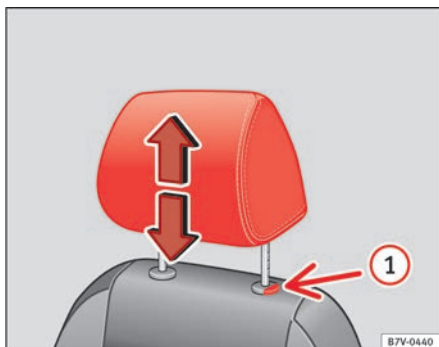
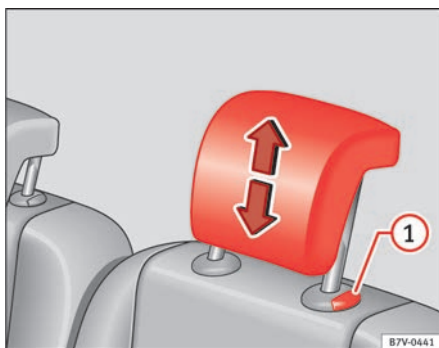

Abb. 84 Kopfstütze vorn einstellen.
Abb. 85 Kopfstütze hinten einstellen.
- Kopfstütze in Pfeilrichtung nach oben oder bei gedrückter Taste ⇒ Abb. 84 (1) bzw. ⇒ Abb. 85 (1) nach unten schieben ⇒ ⚠.